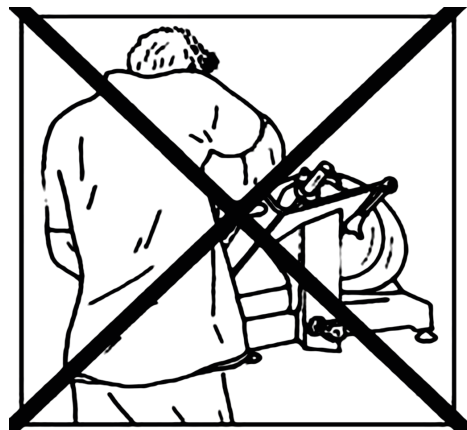

Abb. 5
- Um Unfälle zu vermeiden, nehmen Sie die richtige Position an der Aufschnittmaschine ein (Abb. 5). Legen Sie die rechte Hand auf den Schneideguthaltergriff und danach die linke Hand neben der Schnittgutablage [10] so hin, dass Sie das Schneidmesser nicht berühren; der Körper muss senkrecht zur Arbeitsfläche sein.